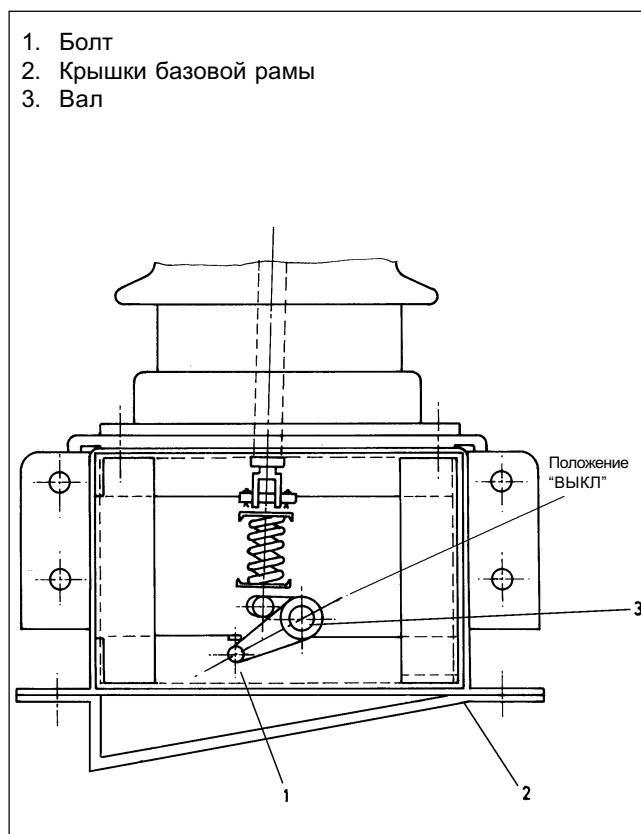

Рис. 12 Разрез базовой рамы
В первом ящике упакована базовая рама (деталь 2, рис.7) с тремя блоками ламповых переключателей (деталь 1, рис.7), которые устанавливаются в фарфоровых изоляторах. Во втором ящике находится приводная коробка силового выключателя (деталь G, рис.1), который устанавливается на несущую конструкцию. В этом ящике находятся также фундаментные болты (деталь 4, рис.5), гайки (деталь 1, рис.5), подкладные шайбы (деталь 3, рис.5) и упругие шайбы (деталь 2, рис.5), а также другие детали, поставляемые отдельно россыпью. Силовой выключатель вместе с вакуумными ламповыми переключателями упаковывается и транспортируется в открытом состоянии с дополнительными транспортными креплениями, зафиксированными на рычаге вала, а также тягой в приводной коробке, как показано на рис.12 и 10. На ящиках нанесены инструкции по подъёму, а также адрес получателя.
- (iv) На время транспортировки контакты вакуумных ламповых переключателей приведены в открытое положение с помощью пальца (деталь 1, рис.12).
При дальнейшем монтаже силового выключателя следует удалить этот штифт с базовой рамы. Поднять базовую раму в соответствии с инструкциями по подъёму на рис.8. Удалить нижнюю крышку (деталь 2, рис.12), отвинтив болт (M6). Удалить болт (деталь 1, рис.12) с рычага. При этом следует приложить к валу (деталь 3, рис.12) незначительное усилие вниз. При удалении болта рычаг перемещается вверх благодаря давлению воздуха, действующему на сильфоны вакуумного лампового переключателя.